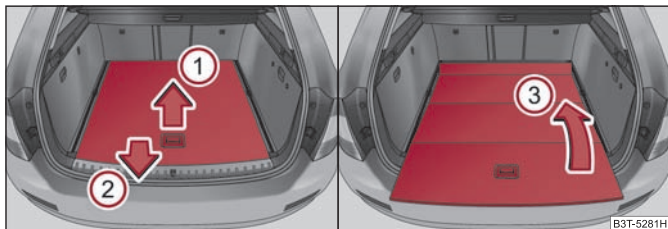
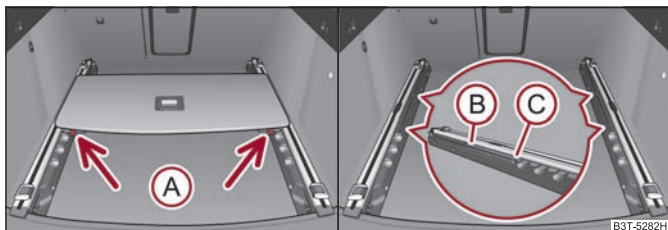

Fig. 89 Maletero: plegar el piso de carga variable
Fig. 90 Maletero: desmontar el piso de carga variable
- Coja la parte trasera del suelo por la empuñadura, levántela un poco en dirección de la flecha ① ⇒ fig. 89 y tire de ella a través del paragolpes en la dirección de la flecha ② hasta que encastre en el orificio ③ ⇒ fig. 90.
- Moviéndolo en el sentido de la flecha ③ ⇒ fig. 89 se abate el piso de carga.
- Presione las teclas de seguridad ④ ⇒ fig. 90 y retire el piso.
- Empuje el piso hacia adelante hasta que encaje en los orificios ④ ⇒ fig. 90 en los portaguías.
- Presión con cuidado en los puntos de los orificios ⑤ sobre el suelo hasta que encaje de forma audible, en caso necesario presione las teclas de seguridad ④.